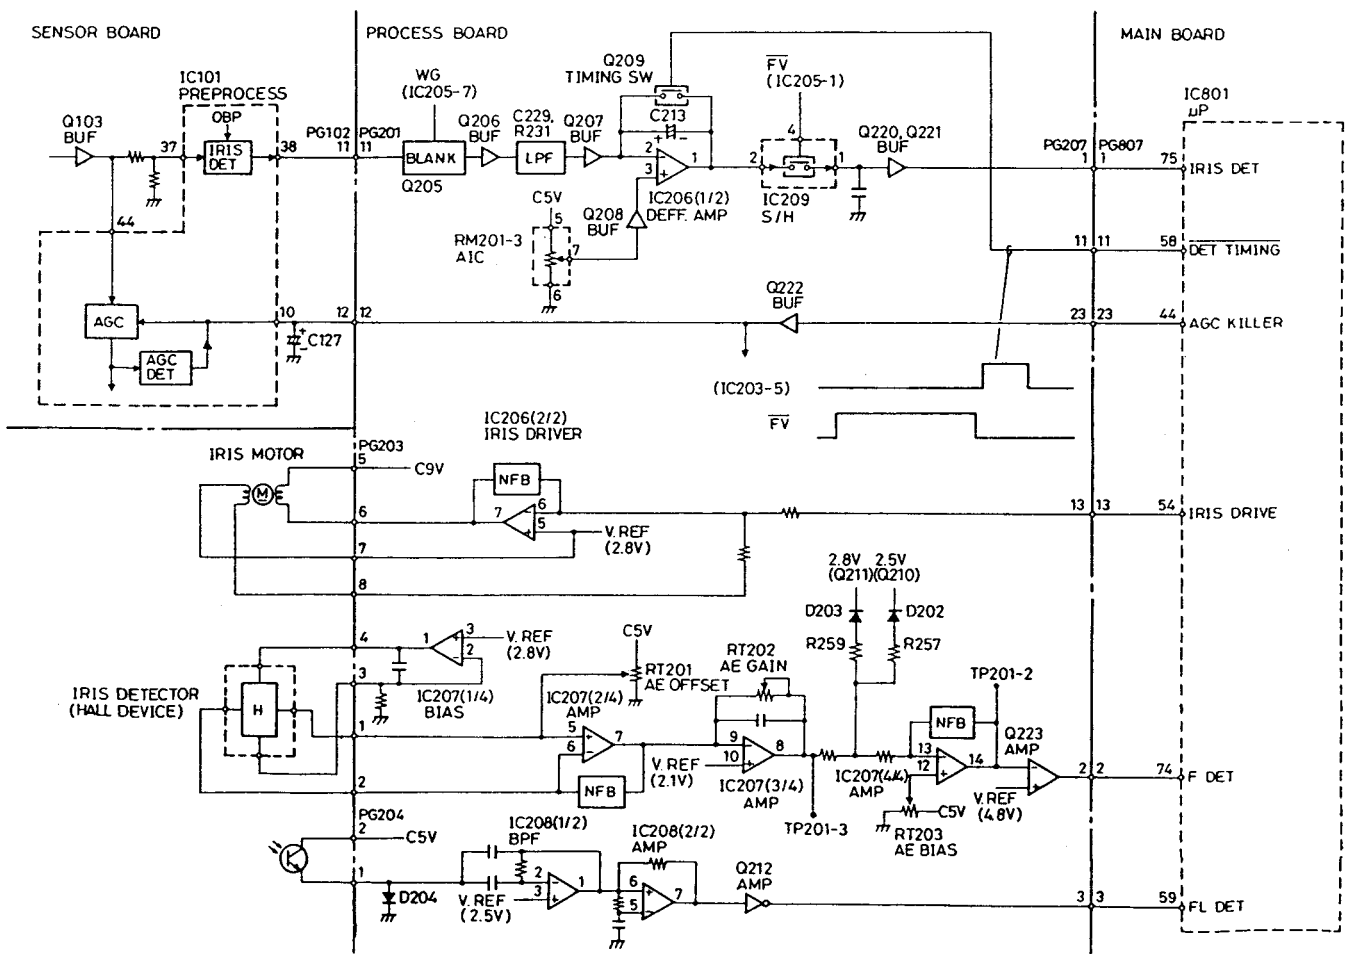

Abb. 2-18 Programmierbarer AE-Regelungs-Schaltkreis
8. Signaleingangs-/ausgangs-Schaltkreise des professionellen AE Schaltkreises (Abb. 2-18)